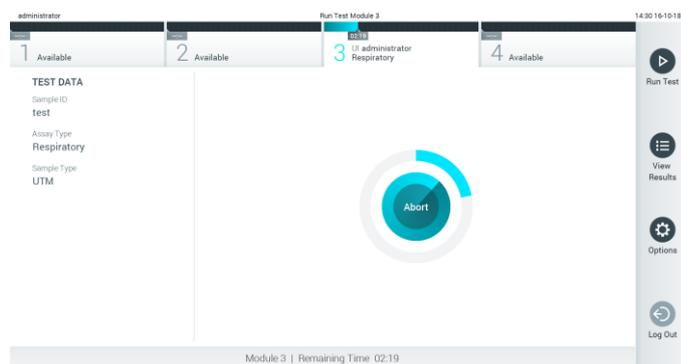

Figura 28. Pantalla de ejecución de la prueba y tiempo restante para finalizar la prueba.
- Mientras se está realizando la prueba, el tiempo restante de la serie se muestra en la pantalla táctil (figura 28).